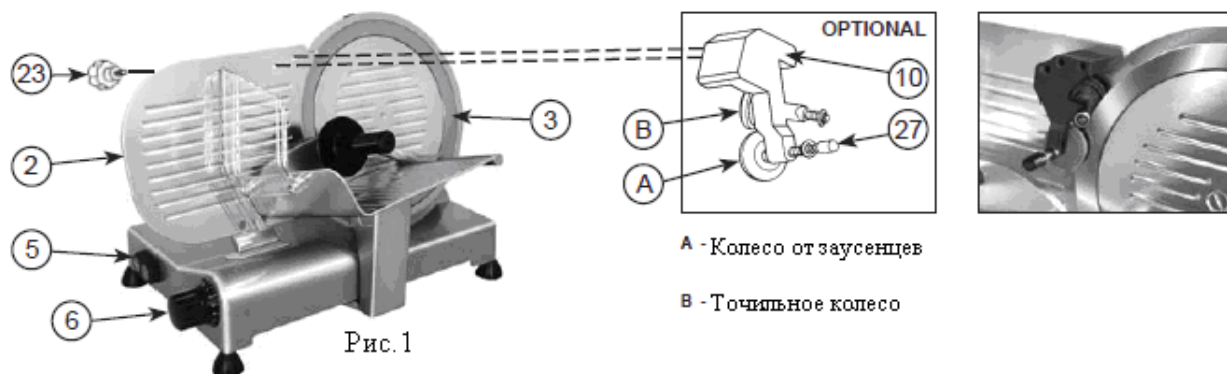

Рис. 1
- установите подвижную пластину (2) на максимальное расстояние от ножа (3), поворачивая ручку с делениями (6)
- поместите заточное устройство (10) на подвижную пластину (2), как показано на рис.1, зафиксировав его с помощью ручки (23)
- включите выключатель (5) для запуска автоматической заточки. При необходимости поворачивайте ручку с делениями (6) до тех пор, пока точильное колеса не станет вращаться вместе с ножом
- наточите нож автоматически около 1 минуты, затем удерживайте кнопку давления на колесе для удаления заусенцев (27) в течение 2-3 секунд, отпустите кнопку и одновременно выключите мотор
- после заточки снимите заточное устройство (10) с подвижной пластины (2) и установите его в изначальное месторасположение